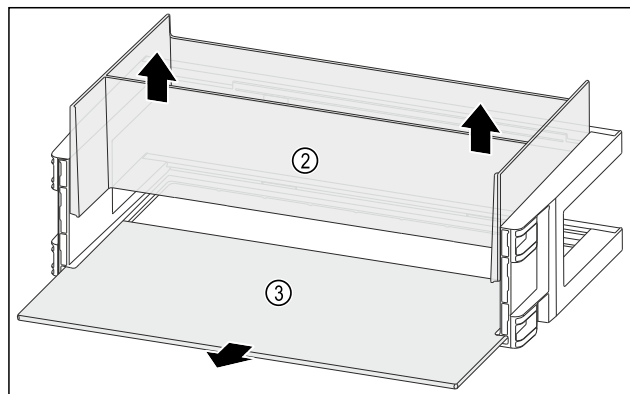

Fig. 142
- ▶ Organizer Fig. 142 (2) nach oben entnehmen.
- ▶ Abstellfläche Fig. 142 (3) entnehmen.